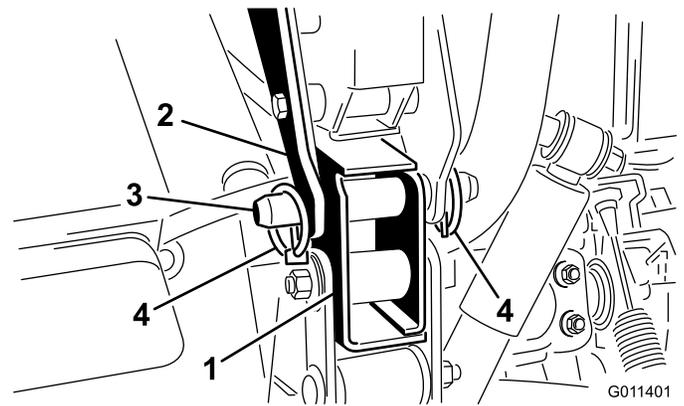

Bild 8
6. Befestigen Sie jede hintere Befestigungshalterung mit einem Lastösenbolzen und zwei Klappsteckern am Fahrzeugrahmen (Bild 8).